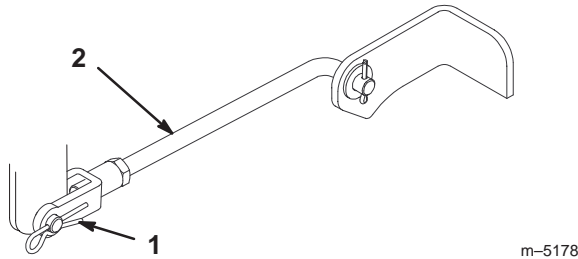

Figure 45
3. Enlevez la goupille fendue et les axes des chape des tourillons avant (Fig. 45).
6. Fixez les tourillons à la machine à l'aide des axes de chape et des goupilles fendues (Fig. 45).